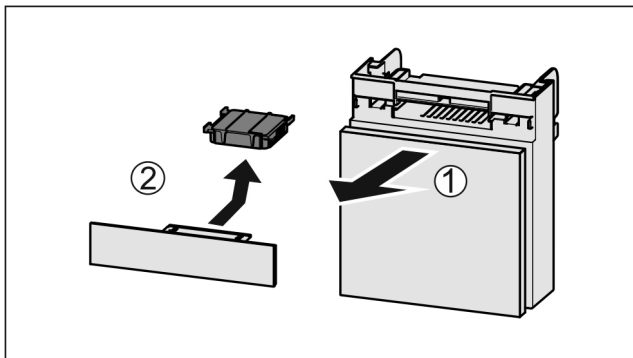

Fig. 118
- ▶ Издърпайте Fig. 118 (1) напред от отделениято.
- ▶ Извадете Fig. 118 (2) филтърта с активен въглен.